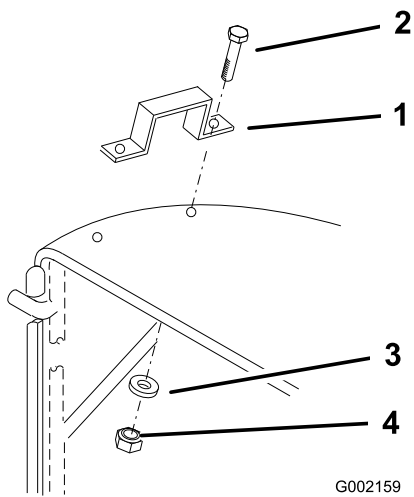

Figura 6
5. Enfie dois parafusos (1/4 x 1 pol.) através de cada manípulo e tecido a partir do exterior e prenda-os com quatro anilhas (1/4 pol.) e porcas de bloqueio (1/4 pol.) como se mostra na Figura 6.